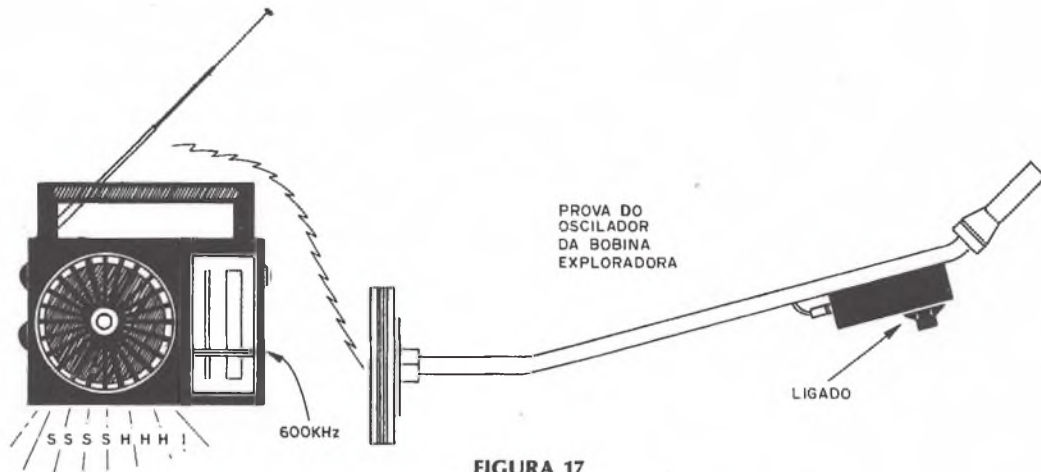

FIGURA 17
c) Se a bobina estiver bem construída você já provavelmente ouvirá no rádio colocado nas suas proximidades (figura 17) um chiado que indica que o oscilador da bobina exploradora está funcionando.